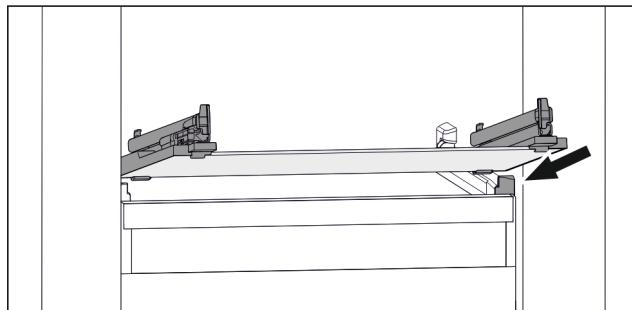

Fig. 154 Примерно изображение на стъклената плоча
- Поставете стъклената плоча под ъгъл зад ограничителите. (виж Fig. 154)